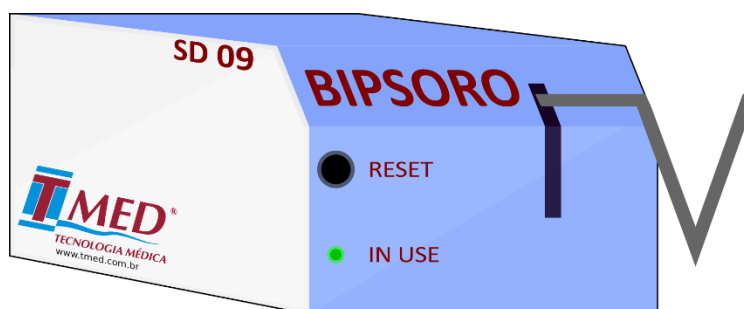

Figura 6 – BipSoro (BS)
- **Bip Soro Eletromecânico (BSM)** – quando conectado à UC, o BSM pode sinalizar no posto de enfermagem que a infusão de uma solução endovenosa está próxima da conclusão. Neste caso, aparecerá no DD a identificação do leito e o tipo de chamada, que será BS – Figura 6.
O BipSoro (Figura 6) é um equipamento (de patente registrada) para sinalização local e/ou remota de quando a infusão de uma solução endovenosa (soro, medicação, sangue, etc.) se aproxima de seu final. Ele é aferido em fábrica para sinalizar quando restarem apenas 60 mililitros (aproximadamente) de solução no recipiente. Esta aferição pode ser refeita no campo de modo a sinalizar quando restar um volume entre 45 e 75 mililitros de solução.